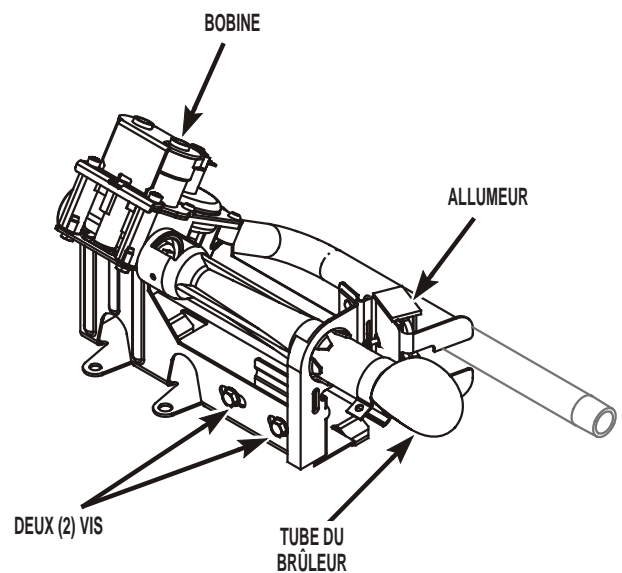

FIGURE 6
12. Débrancher le connecteur de l'allumeur du reste du câblage puis ôter le tube du brûleur (ôter les deux (2) vis de fixation sur la base du brûleur). Voir Figure 6.